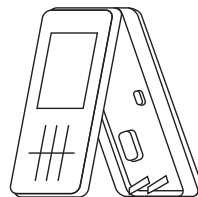

Рис. 9.
4. После соединения соединительных проводов с корпусом проводного контроллера, как показано на рис. 9, установите основную часть в соответствующей последовательности: